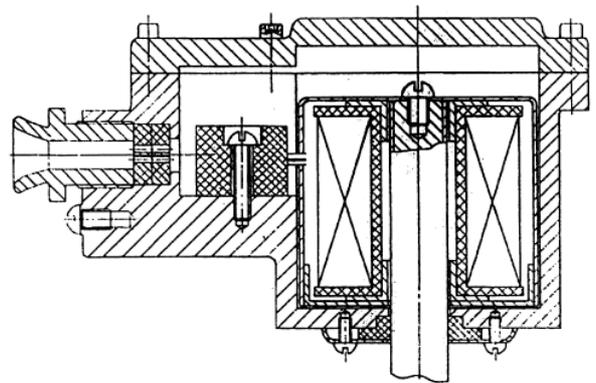

图 4
- 3、阀门的开通时间达 12 小时/天以上, 请选用常开式电磁阀。当使用环境周围有易燃易爆品, 请选用防爆型电磁阀。(防爆型结构如图 4)